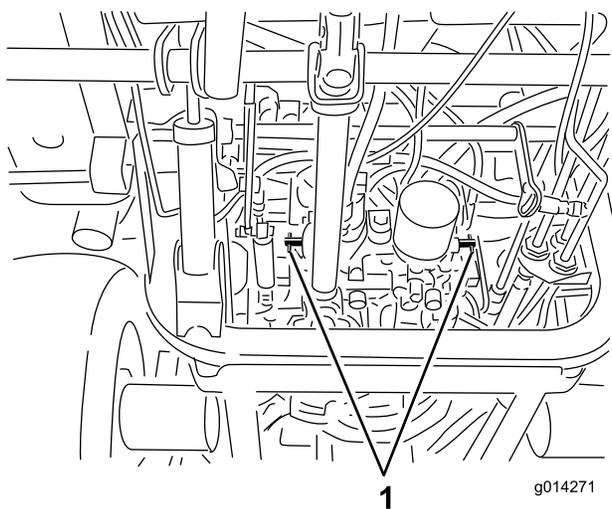

Figura 34
4. Girate ogni valvola di bypass di un giro in senso antiorario (Figura 34).
Girate ogni valvola di bypass di 1 giro in senso orario e serratela (a una coppia di 8 Nm circa) (Figura 34).